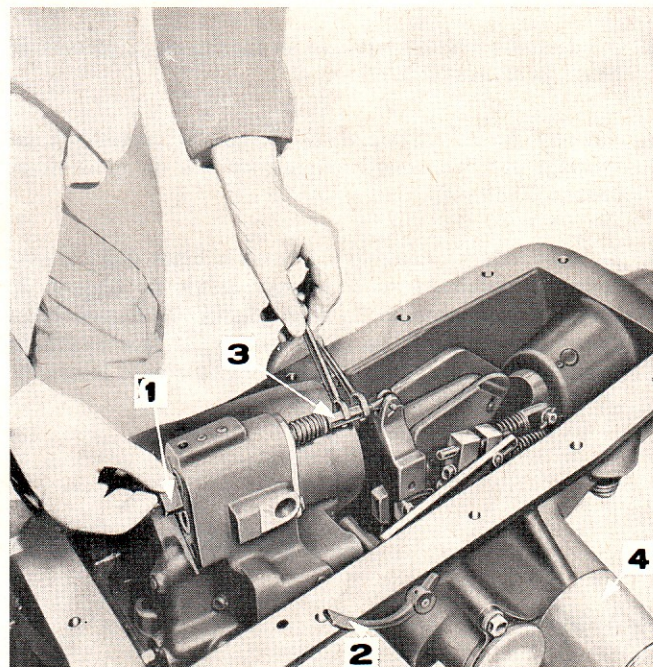

Figure 57: Réglage de la timonerie de contrôle d'effort
1. Placer le levier sélecteur en position de contrôle d'effort (Figure 57).